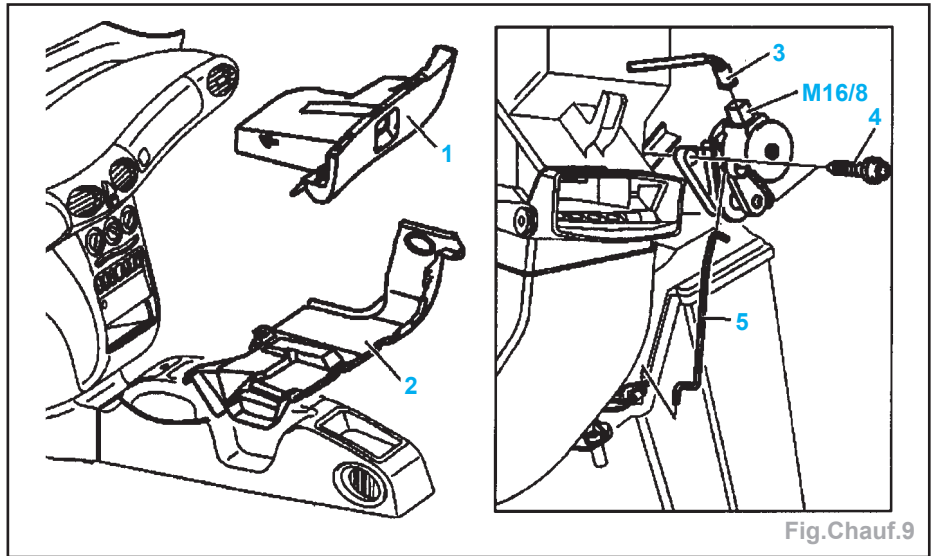

Fig. Chauff.9
- la boîte à gants (1) (Fig. Chauff.9),
- la partie inférieure de la planche de bord (côté passager) (2).
- Débrancher la fiche (3) du moteur (M16/8).
- Déposer le moteur (M16/8) et décrocher la tringlerie (5).